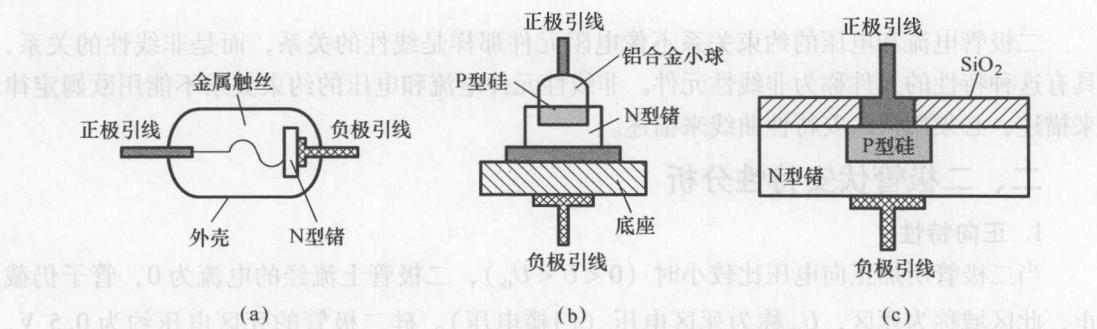

图 1.1.5 二极管的内部结构
2. 按工艺结构来分类，有点接触型、面接触型和平面型二极管三种，如图 1.1.5 所示。